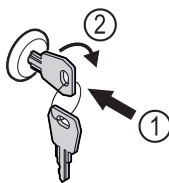

Fig. 169
- ▶ Dugja be a kulcsot. Fig. 169 (1)
- ▶ Forgassa el a kulcsot 90°-kal az óramutató járásával megegyező irányba. Fig. 169 (2)